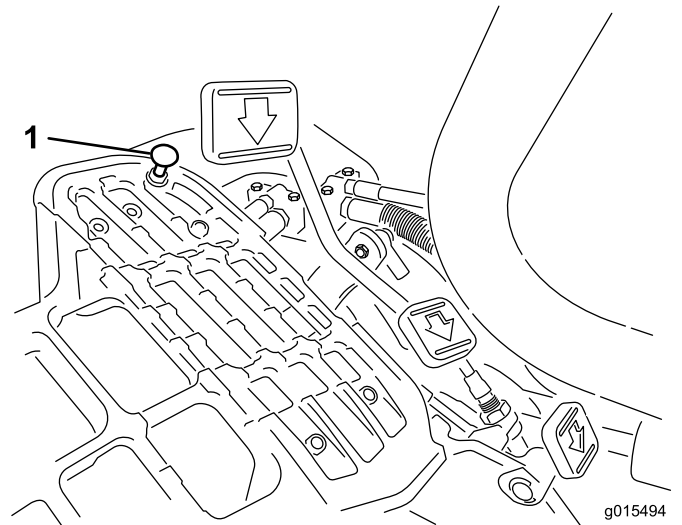

図 48
走行ペダルを踏み込んでみてください。ケーブルに張力が掛かる前にペダルがストップ (図 48) に当たる場合には調整が必要です。
1. ペダル・ストップをフロア・プレートに固定しているフランジヘッド・ロックナットをゆるめる (図 48)。